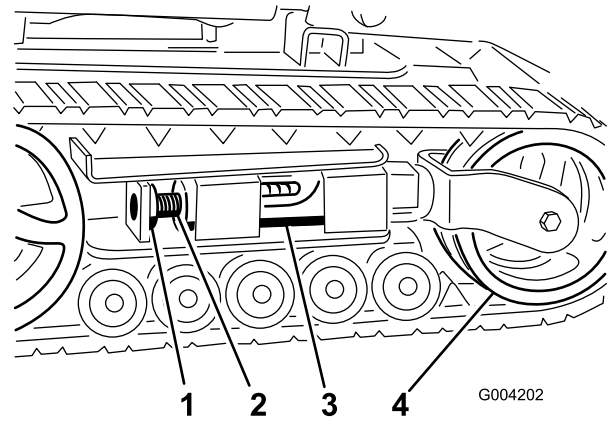
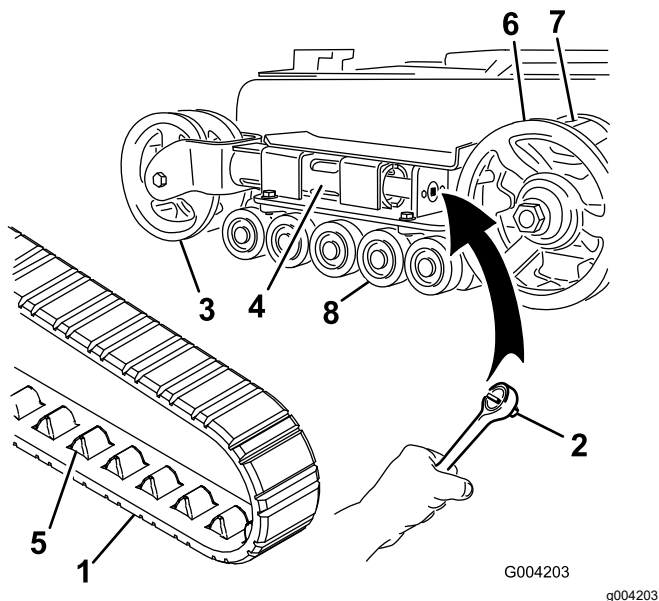
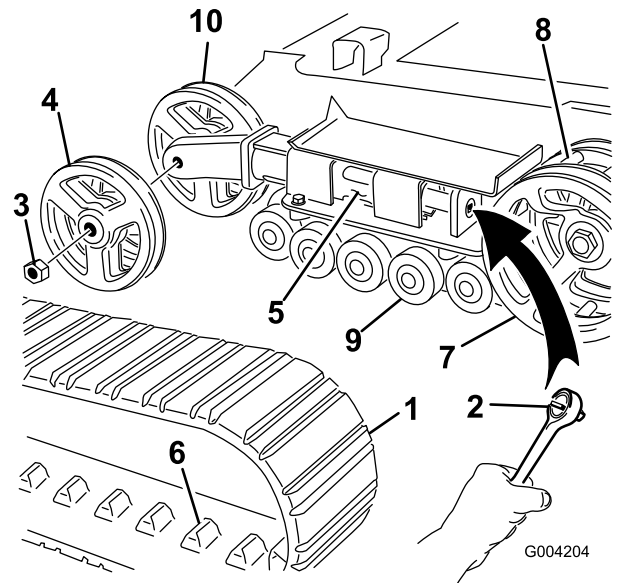

Figura 45
Figura 46
Figura 47
- Retire o parafuso de bloqueio e a porca (Figura 45).
- Alinhe o entalhe mais próximo no parafuso tensionador com o orifício do parafuso de bloqueio e fixe o parafuso com o parafuso e a porca de bloqueio (Figura 45).
Nota: Tem lagartas de largura estreita se as rodas de tensão frontal forem montadas dentro de um garfo na extremidade do tubo de tensão (Figura 46).
- Utilizando uma chave de $\frac{1}{2}$ polegada, liberte a tensão de acionamento rodando o parafuso tensionador no sentido dos ponteiros do relógio (Figura 45 e Figura 46).
- Empurre a roda de tensão para a parte de trás da unidade para mover o tubo de tensão contra a estrutura (Figura 46).
- Quando a lagarta estiver fora da roda de tensão, remova-a da roda dentada da transmissão e das rodas de estrada (Figura 46).
- Começando na roda dentada da transmissão, enrole a nova lagarta em torno da roda motora, assegurando que as porcas da lagarta se encaixam nos dentes da roda motora (Figura 46).
- Empurre a lagarta para debaixo e para o meio das rodas de estrada (Figura 46).
Nota: Tem lagartas de largura larga se as rodas de tensão frontal forem montadas nas laterais da extremidade do tubo de tensão (Figura 47).
- Utilizando uma chave de ½ polegada, liberte a tensão de acionamento rodando o parafuso tensionador no sentido dos ponteiros do relógio (Figura 45 e Figura 47).
- Empurre a roda de tensão para a parte de trás da unidade para mover o tubo de tensão contra a estrutura (Figura 47).
7. Retire a porca que prende a roda de tensão exterior e retire a roda (Figura 47).
8. Remova a lagarta (Figura 47).
9. Retire a porca que prende a roda de tensão interior e retire a roda (Figura 47).
13. Coloque a roda de tensão interior e fixe-a com a porca que retirou anteriormente (Figura 47).
15. Instale a nova lagarta, assegurando que os olhais da lagarta encaixam entre os dentes no meio da roda dentada da transmissão (Figura 47).
16. Coloque a roda de tensão exterior e fixe-a com a porca que retirou anteriormente (Figura 47).
6. Coloque o tampão da roda de estrada lubrificada por cima do perno com cabeça (Figura 46).
7. Fixe o tampão da roda de estrada com o anel de retenção (Figura 46).